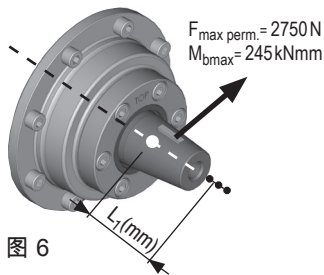

图 6
- 如图 6 所示，在力的作用点上所施加的最大皮带张紧力不超过 $F_{\max \text{ perm.}} = 2750 \text{ N}$ 。
- 如果力的作用点前移，(如图6小点处)，则应按以公式计算允许最大皮带张紧力 $F_{\max \text{ perm.}}$ 。